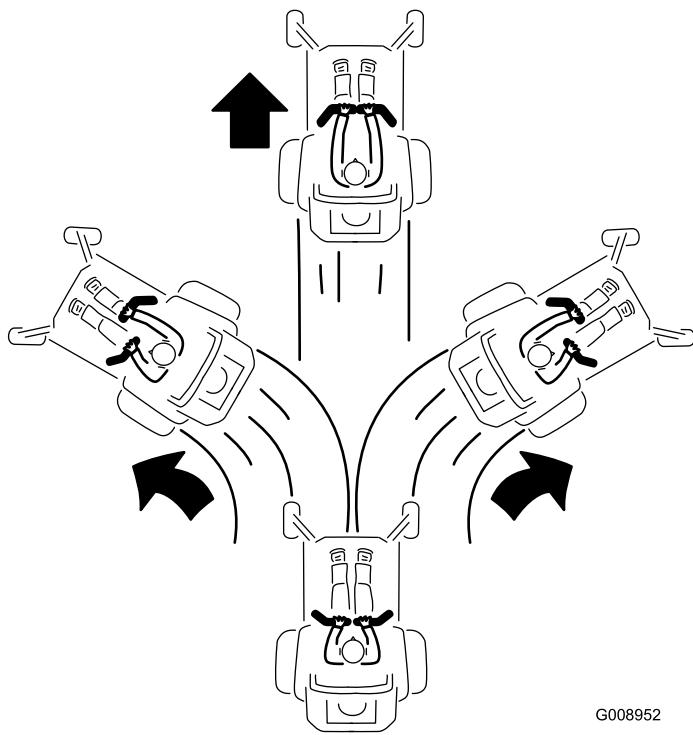

Figura 27
3. Per fare marcia avanti spingete lentamente in avanti le leve di comando del movimento (Figura 27).